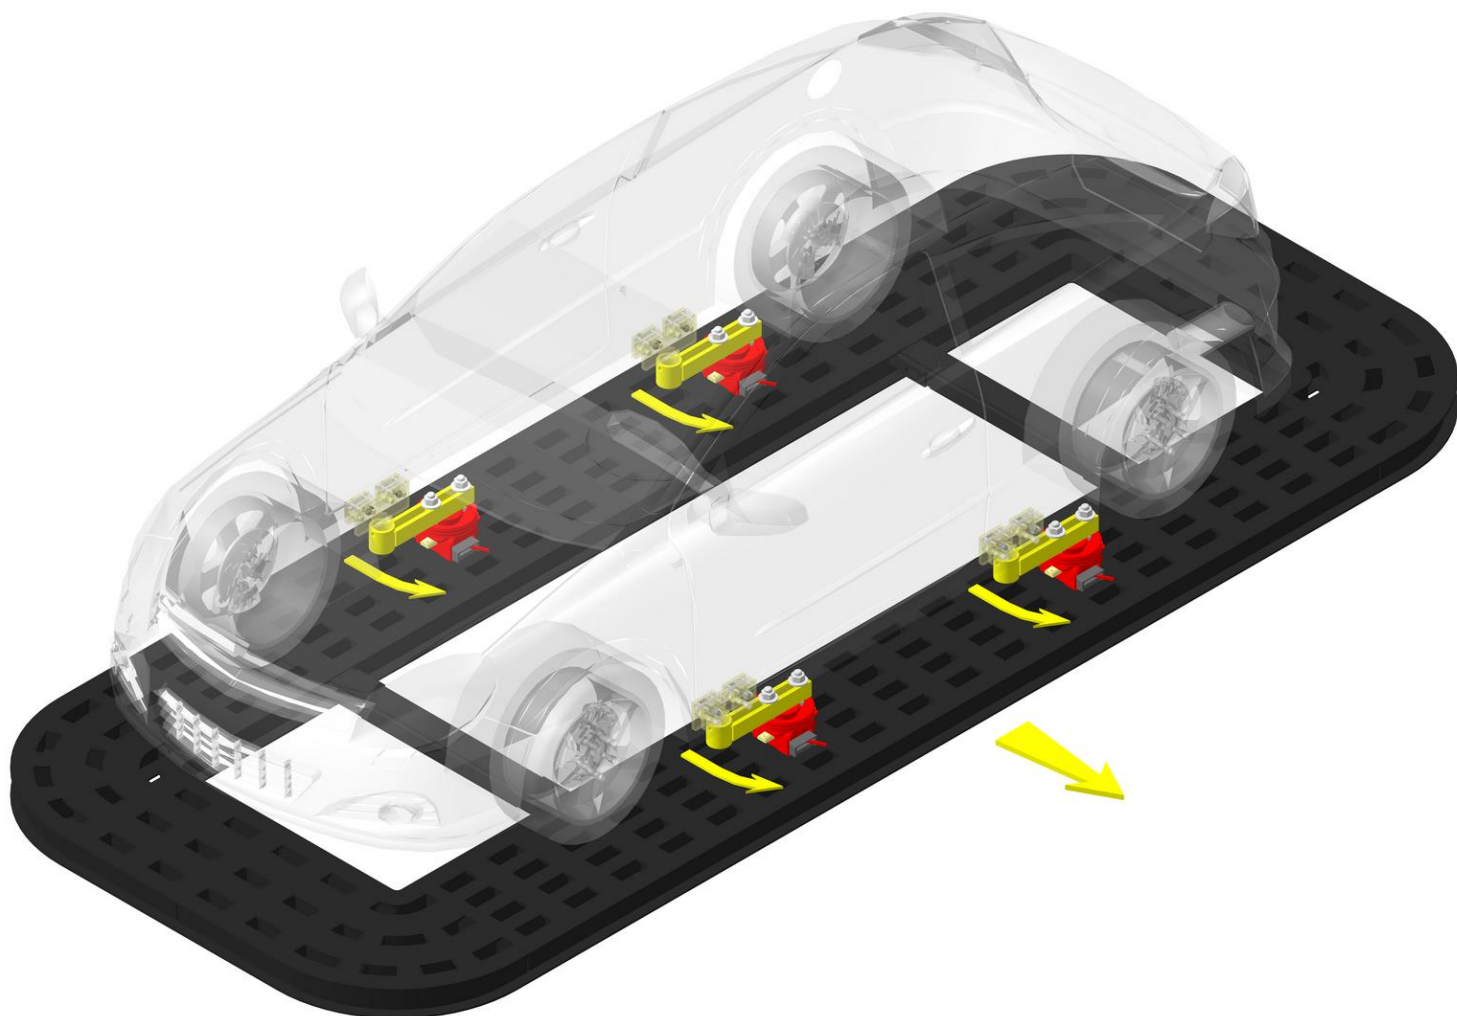

Рисунок 53
- ❖ При необходимости использования в работе крепления автомобиля к платформе с одновременным применением жесткой фиксации кузова от вертикального срыва и свободой перемещения его узлов по горизонтальной плоскости (см. рисунок 53), намеренно устанавливайте ОПС с заданием длинных рычагов и возможностью перемещения плеча корпуса ОПС по направлению к вектору тяги и производите затягивание гаек фиксации рычага с усилием менее 120 Нм.